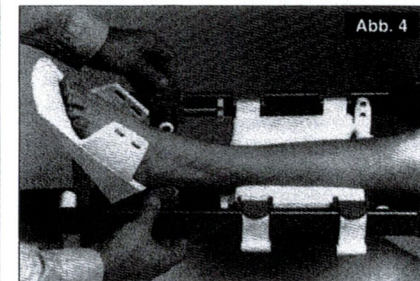

Abb. 4
- Die Fußauflage (7) läßt sich nach Lockern der Klemmhebel (8) in horizontaler Richtung verschieben und wird der Unterschenkelänge des Patienten exakt angepaßt (Abbildung 4).